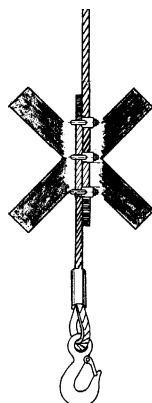

Abb. 6
- Seil nicht kneten oder mit Seilklemmen/Schrauben oder ähnlichem verkürzen/verlängern (Abb. 6). Seile dürfen nicht instandgesetzt werden. Seil nicht über Kanten ziehen.